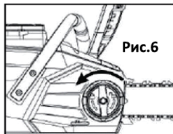

Рис. 6
2. Отпустите фиксирующую ручку направляющей пластины против часовой стрелки и откройте боковую крышку (см. рис. 6).